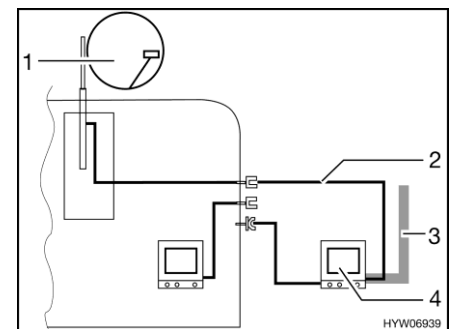

Bild 118 TV im Vorzelt
- TV im Vorzelt (Bild 118,4): Anschluss an Dachantenne (Bild 118,1) mit Verbindungskabel (Bild 118,2)
- TV im Vorzelt (Bild 118,4): Anschluss an externe Antenne (Bild 118,3)